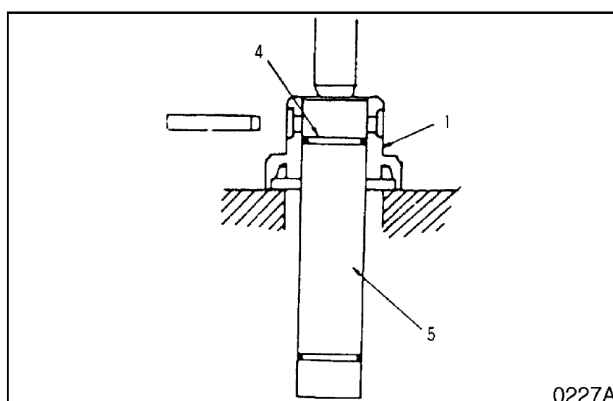

Рис. 23
- Используйте пресс для отделения оси (5, рис. 23), уплотнительного кольца (4) и подшипника (1).